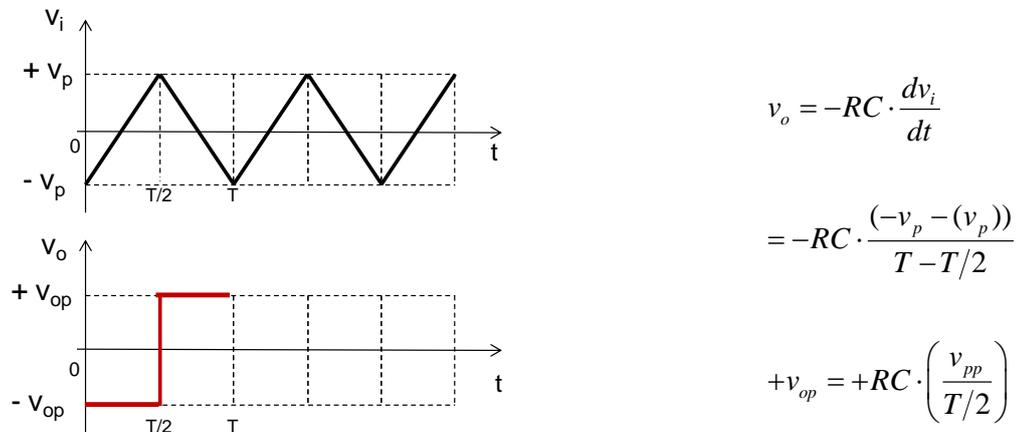

Figura 3.112.
- **Segundo intervalo** (de $T/2$ a T , indicado na Figura 3.112): a inclinação da tensão de entrada é negativa, mas devida à ação inversora, o sinal da tensão de saída é positivo.